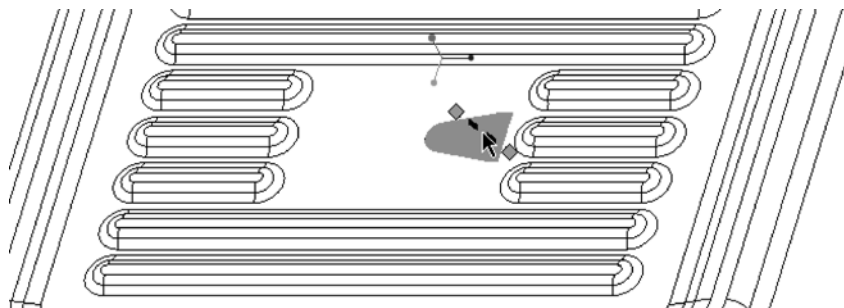

图 5-135 指定折弯曲面
(1) 在功能区“模型”选项卡的“折弯”组中单击 (折弯) 按钮, 打开“折弯”选项卡。
(2) 在“折弯”选项卡中单击 (折弯线另一侧的材料) 按钮和 (角度折弯) 按钮, 从 (折弯角度) 下拉列表框中选择“90”, 默认选中 (测量自直线开始的折弯角度偏转) 图标选项, 折弯半径值为“[厚度]”, 半径所在的侧为内侧半径.
(3) 在图 5-135 所示的分割区域曲面上单击。